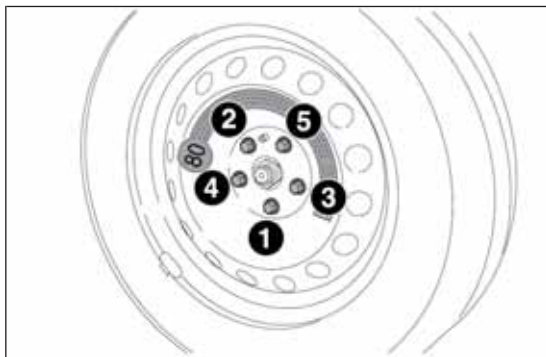

fig. 160
- ☐ mediante l'utilizzo della chiave A, avvitare a fondo le colonnette, passando alternativamente da una colonnetta a quella diametralmente opposta, secondo l'ordine numerico illustrato in fig. 160;